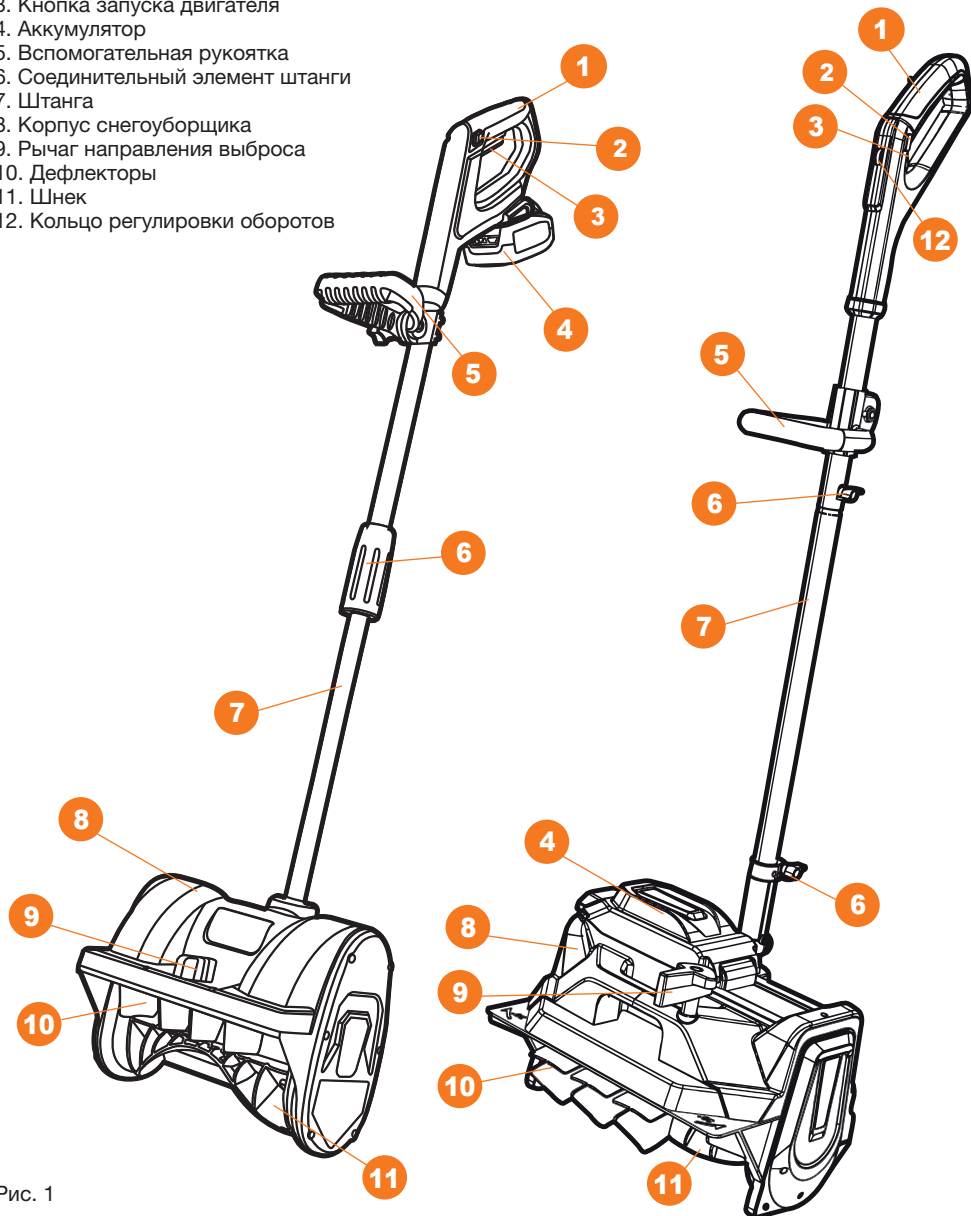

Рис. 1
- Отрегулируйте направление выброса снега изменив положение рычага 9 (Рис. 1).
- Возьмите устройство двумя руками за основную 1 и вспомогательную 5 рукоятки таким образом, чтобы шнек 11 устройства был направлен от оператора (Рис. 1).
- Нажмите кнопку блокировки включения 2 и затем нажмите кнопку запуска двигателя 3. После старта двигателя кнопку блокировки 2 можно отпустить (Рис. 1).
- Для изменения скорости вращения шнека на моделях **DAST 4042Li / DAST 4042Li SET** используйте кольцо регулировки оборотов 12 (Рис. 1).
- Удерживайте кнопку запуска двигателя 3 на протяжении всей уборки территории от снега (Рис. 1).
- Для остановки двигателя отпустите кнопку 3 (Рис. 1).
- Дождитесь полной остановки шнека 11, прежде чем закончить работу (Рис. 1).